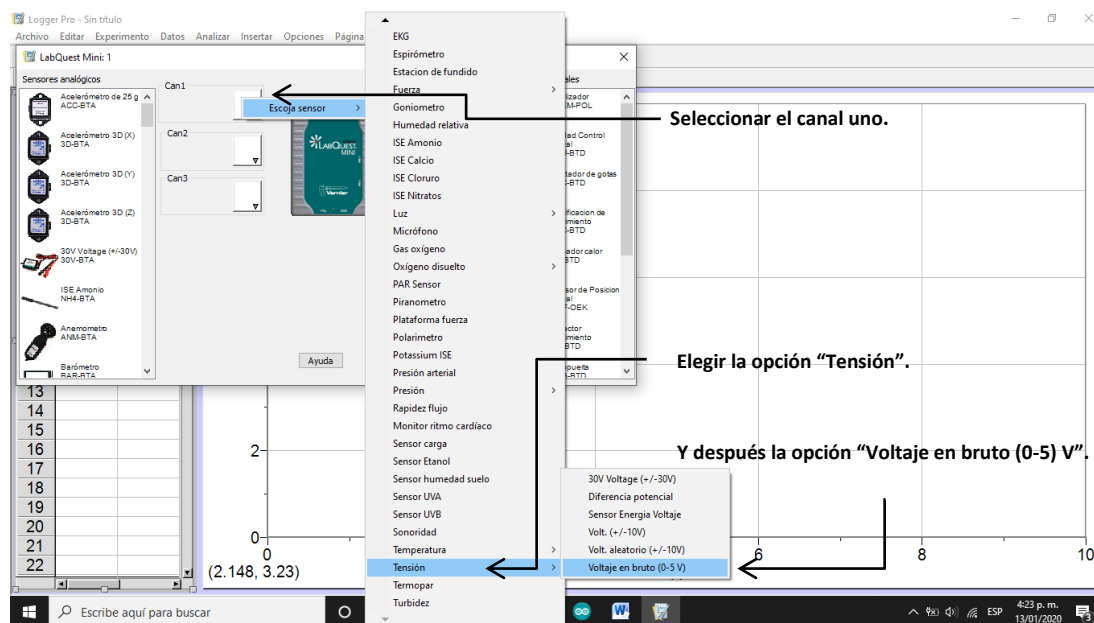

Figura 4. Configuración del sensor de movimiento.
- b) Hacer click en el icono  que aparece en la esquina superior izquierda de la pantalla, elegir el canal uno de la interfaz y después la opción “Tensión” del menú desplegable, tal como se muestra en la Figura 4. Elegir “Voltaje en bruto (0-5) V” del submenú y cerrar la ventana.